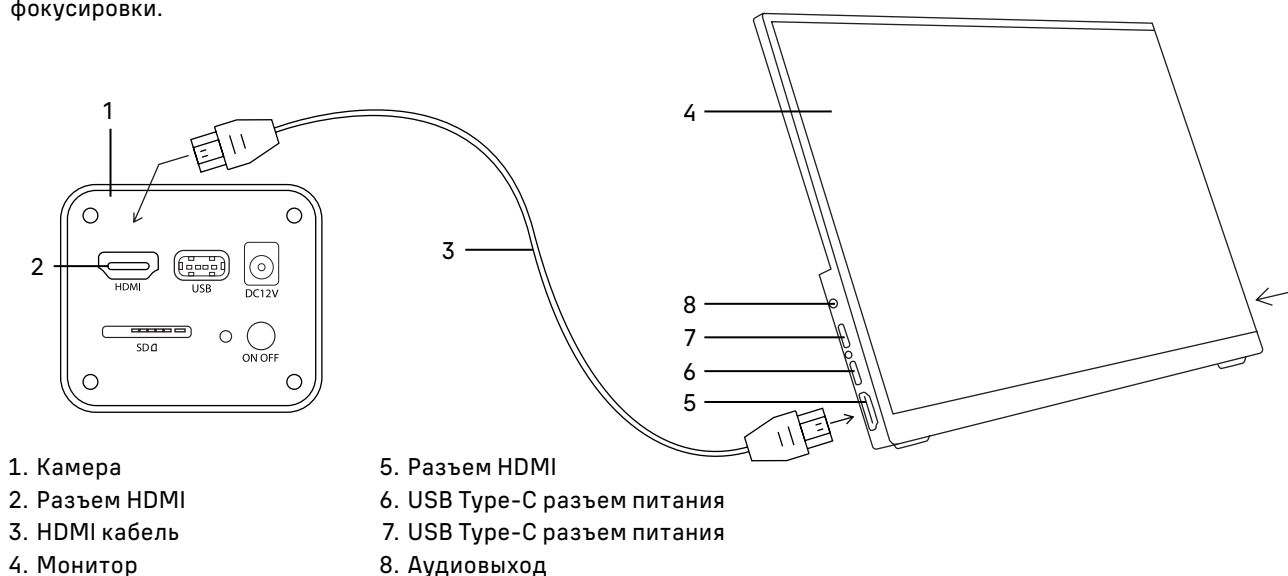

Рис. 20. Использование монитора
- Включите монитор нажатием нижней кнопки на боковой панели, как указывает стрелка (не показано на рис. 20).